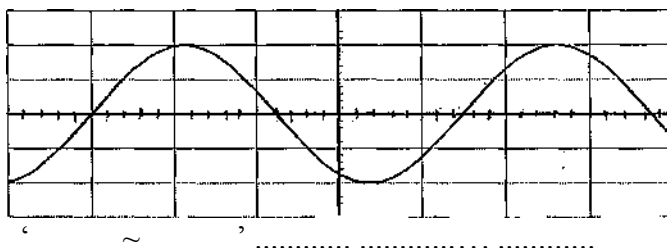

Рис.2
- Совместить синусоиду с разметкой экрана, как показано на рис. 2.
Пример: Смотрим на рис.2. Предположим, что ручка горизонтальной развертки «Время/деление» установлена на 0,2 мс, тогда период напряжения будет равен